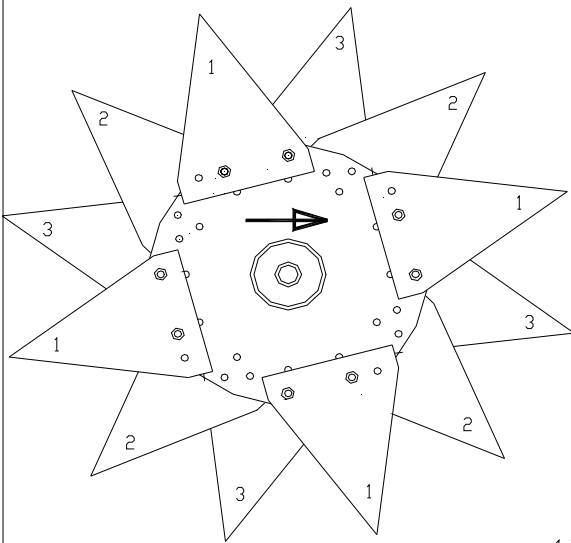

Fig. 4.
7. Le lame del Truckster (fornite in dotazione con la macchina) possono essere montate sul rotore, come indicato nella fig. 4. Nella fig. 4, su un disco vengono montate quattro lame in posizione identica. Sul disco successivo le lame devono essere montate con un leggero sfalsamento. Questo viene indicato nella fig. 4 con un numero riportato sulle lame. Uno significa il primo disco e così via. Montare le lame esattamente come indicato nella figura 4. Per ulteriori informazioni sulle lame e il loro montaggio, fare riferimento al Capitolo 12.
9. Sollevare il più possibile l'unità con il trattore. Se necessario, accorciare la staffa posteriore. Fare ruotare il rotore con le lame montate sotto la macchina. Montare il cuscinetto sulle estremità del rotore; con i bulloni/le rondelle (14) e i dadi montare saldamente il rotore al telaio principale. Una volta posizionati tutti gli elementi, avvitare la vite senza testa dei cuscinetti.
10. Il rullo posteriore può essere impostato nella posizione corretta. Dapprima togliere i perni di bloccaggio (11) su ciascun lato. In seguito, togliere i bulloni (12A) e inserire il bullone (12) nel foro (12B), con le rondelle allo stesso modo. Avvitare i bulloni/dadi (12) nel foro (12B). Controllare se le guide (15) del rullo posteriore si muovono liberamente. Il coltello raschiatore (16) del rullo posteriore può essere regolato. Controllare l'impostazione attuale.
11. Gli ultimi componenti da montare sono le barre di sicurezza (17), che sono identiche. Devono essere posizionate. Usare due bulloni/dadi su ciascun lato.
12. Inserire il martinetto (13) capovolto e bloccarlo con il perno di il bloccaggio.